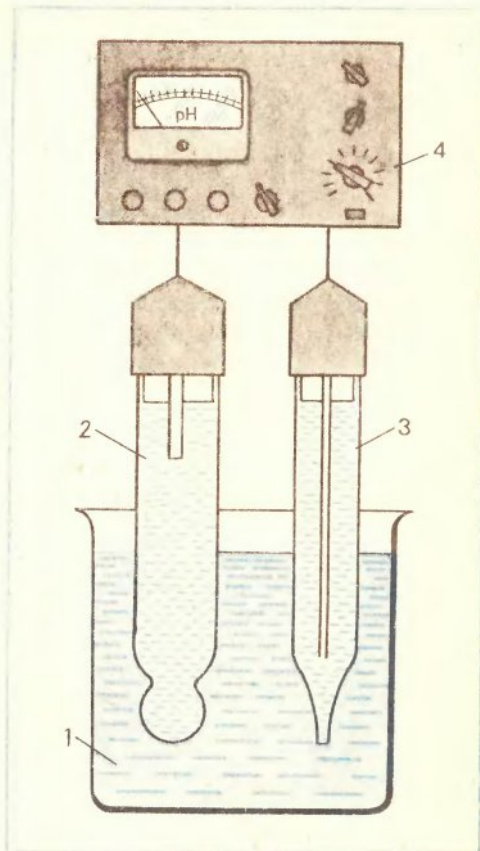

Рис. 8. Схема измерения водородного показателя электронным методом:
Наиболее точным методом определения pH является использование электронных приборов pH-метров или иономеров. На рис. 8 показана принципиальная измерительная схема. В стакан с исследуемым раствором (1) погружают два электрода, входящие в комплект pH-метра: стеклянный электрод (2) и хлорсеребряный электрод сравнения (3). Электроды соединены с измерительным прибором (4). Не рассматривая подробно принцип работы электродов, отметим лишь, что электрический сигнал с них поступает в pH-метр, который построен по принципу вольтметра с большим электрическим сопротивлением: он измеряет разность потенциалов между электродами. Эта разность потенциалов связана с водородным показателем. Шкала прибора отградуирована в единицах pH. Электронные pH-метры позволяют измерять водородный показатель с точностью до 0,01–0,1.